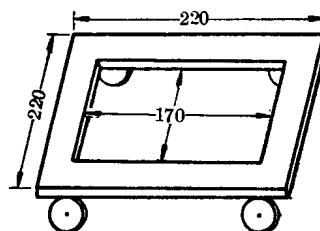

图 5 载炉体小车
1. 按图 5 作小车一辆(轮子直径约 25 mm)。将炉体托环用螺丝固定在小车上；